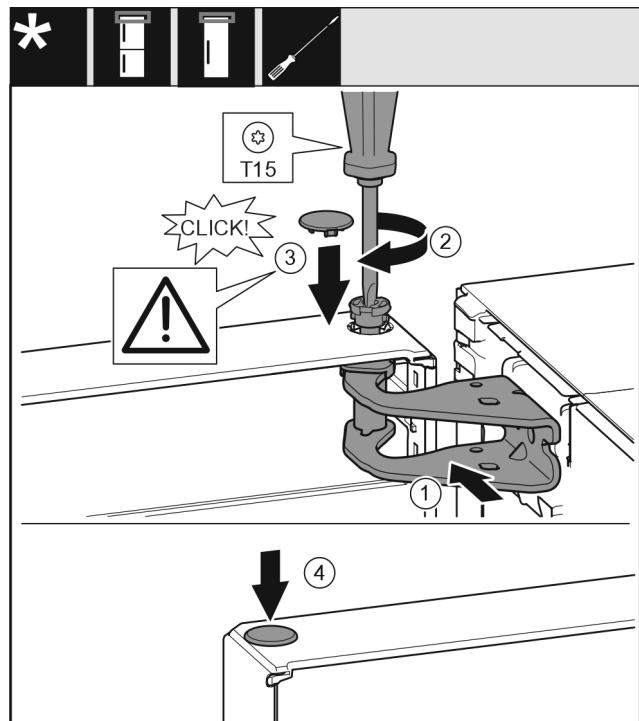

Fig. 15
- Вирівняйте дверцята зверху по отвору в опорному кронштейні. Fig. 15 (1)
- Вставте палець та закрутіть за допомогою викрутки T15. Fig. 15 (2)
- ▶ Встановіть захисну кришку для захисту дверцят: вставте захисну кришку і проконтрольуйте, щоб вона прилягала до дверцят. Якщо це не так, повністю вставте палець. Fig. 15 (3)
- ▶ Вставте пробку. Fig. 15 (4)